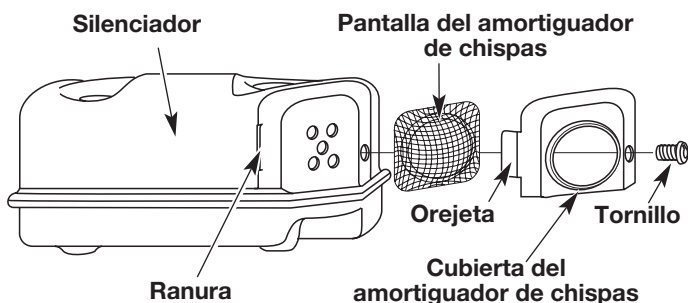

Fig. 57
2. Con un destornillador de vástago plano o broca Torx T20, saque el tornillo que conecta la cubierta del amortiguador de chispas al silenciador (Fig. 57).